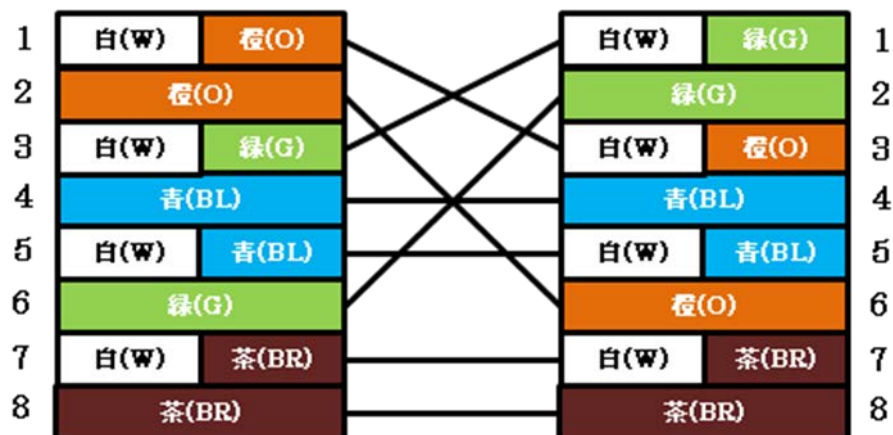

図 5-3 クロスケーブル(568B-A)
- クロスケーブル (568B-A)： 図5-3で示すように一方の端のピン配置は568B規格に従い、もう一方の端のピン配置は568A規格に従います。